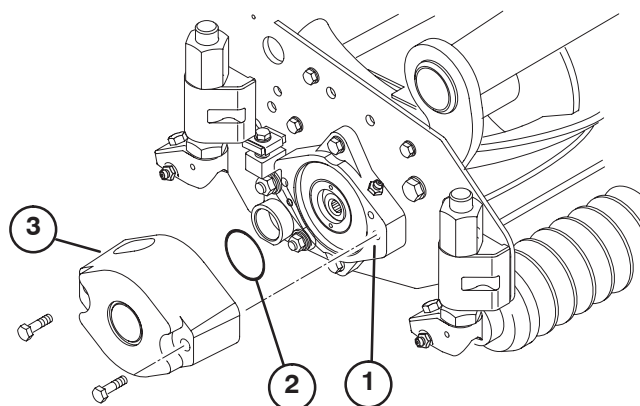

Figure 7
3. Lubrifiez et montez un grand joint torique dans la rainure du boîtier de roulement à chaque extrémité du plateau de coupe (Fig. 7 & 10).
4. Fixez un contrepoids sur l'extrémité appropriée de chaque plateau de coupe au moyen des vis fournies (Fig. 7).